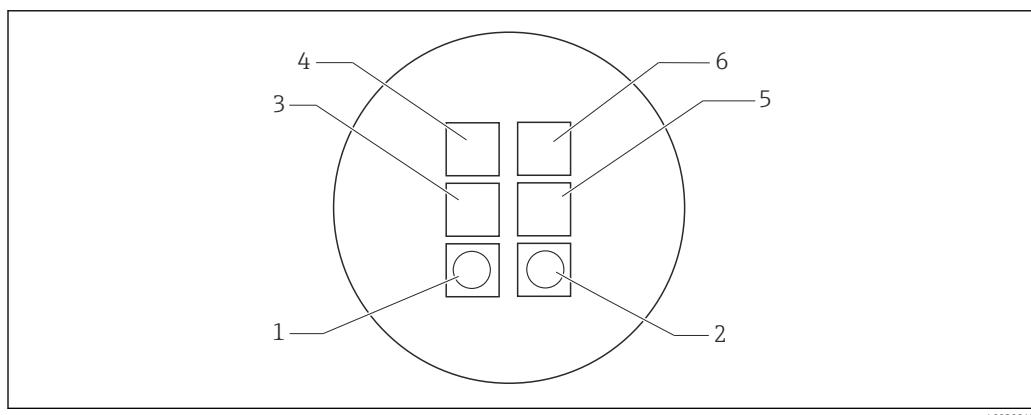

图 4 光源和光接收器的布局图
- 双传感器系统（两个光源，每个光源带两个光接收器）可有效补偿污垢导致的测量误差（四波束脉冲光测量→ 图 4）。